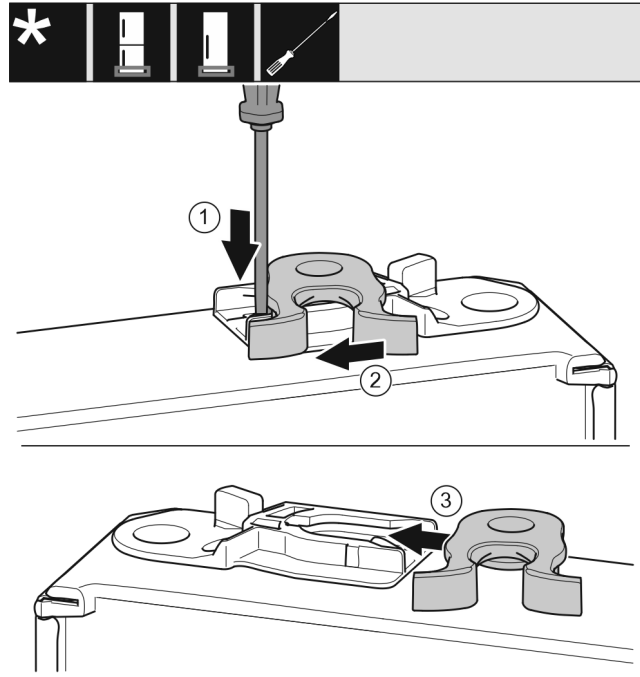

Fig. 18
- ▶ Πιέστε το αυτάκι Fig. 18 (1) με ίσιο καταβίδι προς τα κάτω.
- ▶ Τραβήξτε το άγκιστρο κλεισίματος Fig. 18 (2) από τον οδηγό.
- ▶ Ωθήστε το άγκιστρο κλεισίματος Fig. 18 (3) στην άλλη πλευρά στον οδηγό.